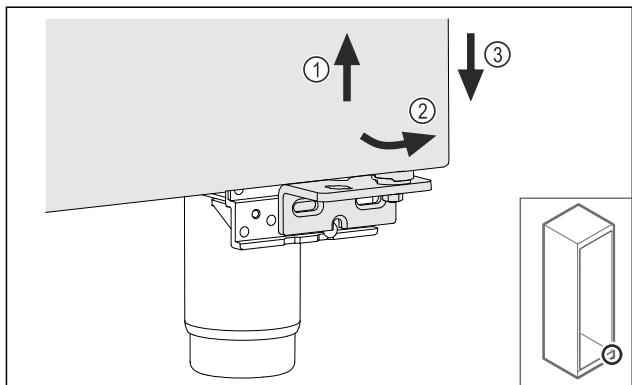

Fig. 16
- Levantar ligeramente la puerta Fig. 16 (1); inclinarla hacia delante por la parte inferior Fig. 16 (2) y bajarla Fig. 16 (3).